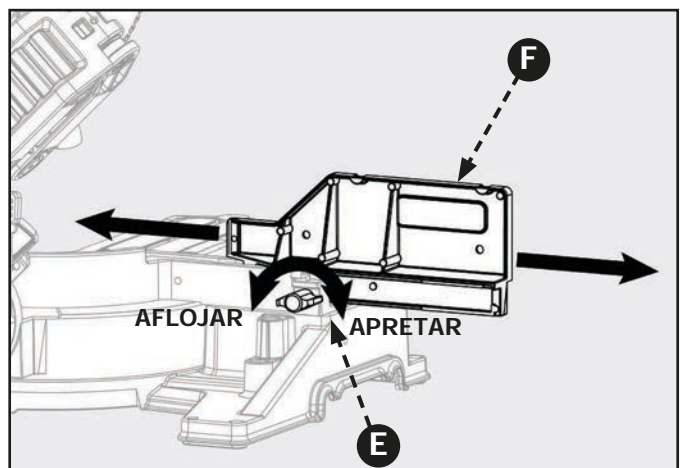

Figura 33
Esta sierra está equipada con una guía tope de extensión ajustable. Para extender o retraer la guía tope, consulte la Figura 33 y siga estas instrucciones: Afloje la perilla de bloqueo (E) girando hacia la izquierda y deslice la guía tope (F) hacia la posición deseada. Asegúrese de volver a apretar la perilla de bloqueo (E) girando hacia la derecha.